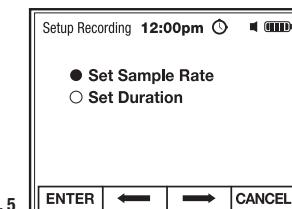

Fig. 5
2. Use the soft keys to select and ENTER Set Sample Rate or Set Duration (Fig. 5).
2. Utilice los botones de función para seleccionar e INGRESAR el Rango de Muestra o Duración (Fig. 5).